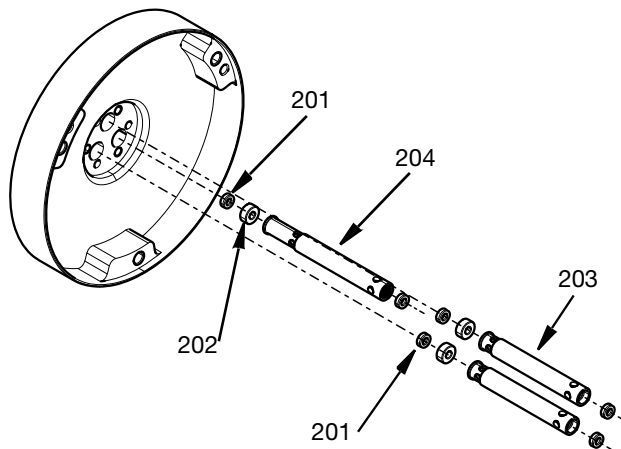

FIG. 15
7. Retirar os espaçadores de embalagem (203 e 204), os vedantes da haste (201) e o rolamento da haste (202). Consultar **Kit de ferramentas de inserção e remoção de vedantes, 25T489**, página 37 para remoção dos vedantes da haste. **NOTA:** existem 2 tamanhos de espaçadores (203 e 204). Consulte a FIG. 15.